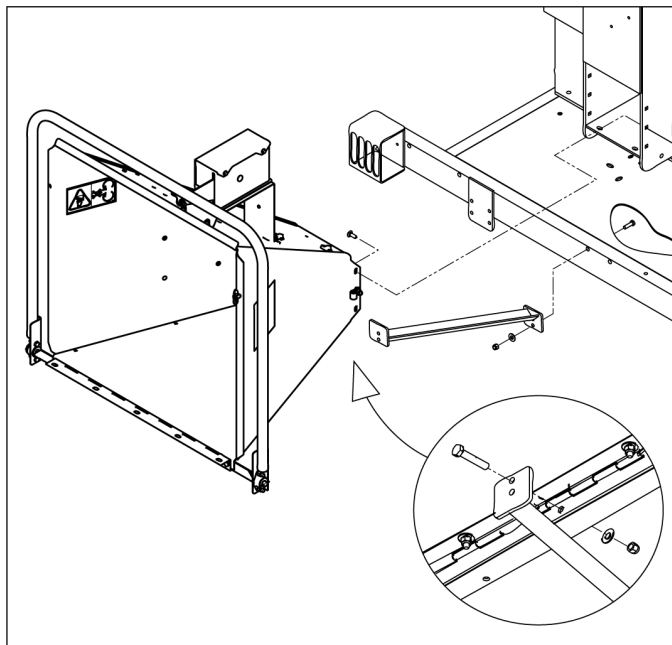

Рис. 2.2. Монтаж опоры лотка
1. Для удерживания лотка измельчителя на системе гидравлической подачи примените опору или подъемное устройство (рис. 2.2).
2. Прикрепите опору лотка к заднему концу прицепа при помощи одного болта 3/8 x 2 дюйма, шайбы и контргайки. Затяните гайку моментом 35 фунтофутов. Информацию по правильному положению сварной детали см. на рис. 2.2.